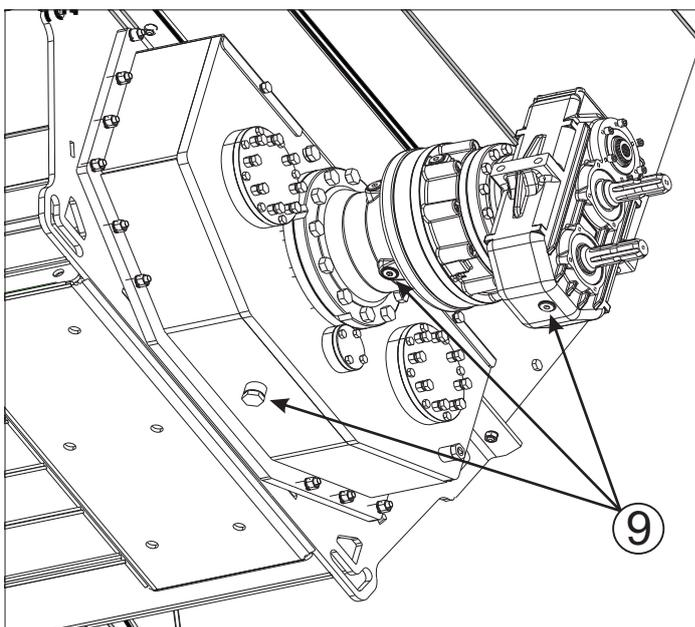

Fig. 22 - Drenagem
Para substituir o óleo das caixas, remova os bujões de drenagem (9) na parte inferior. (Fig. 22) Drene o óleo em um recipiente. A MENTA recomenda enfaticamente que você siga as regras ambientais para resíduos de óleo drenado.